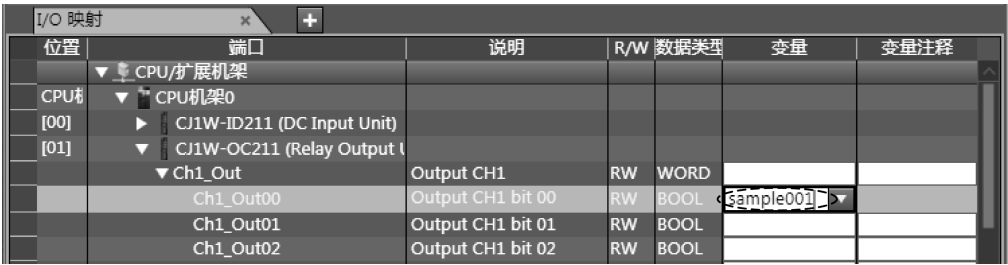

图 2-56 手动输入设备变量名称
- 2) 在 I/O 映射中选择 I/O 端口，在变量栏输入一个变量名称，如图 2-56 所示。